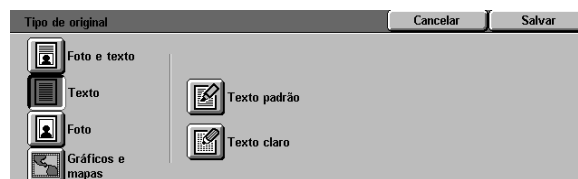

Figura 7: tela de detalhes Texto
- 2 Toque no ícone **Texto** para exibir a tela de detalhes Texto, ilustrada na Figura 7.